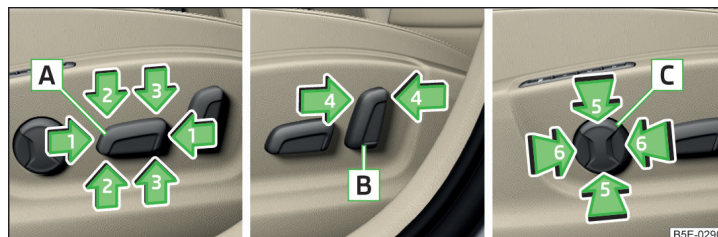

Fig. 72 Organes de commande du siège
**Organes de commande du siège** » fig. 72